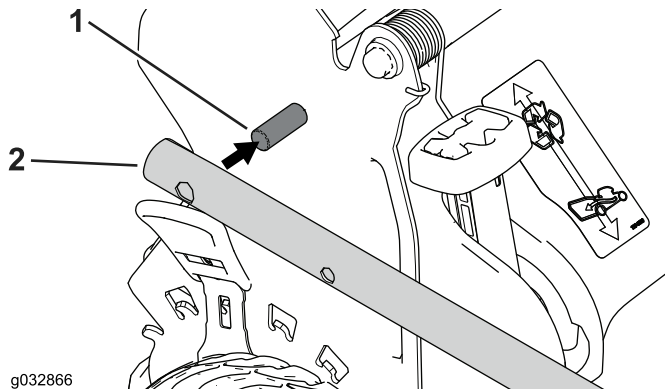

Рисунок 5
2. Вставьте торцевые части рукоятки в корпус газонокосилки так, чтобы штифт, прикрепленный к каждому кронштейну рукоятки, находился в нижнем отверстии соответствующей торцевой части рукоятки (Рисунок 5).